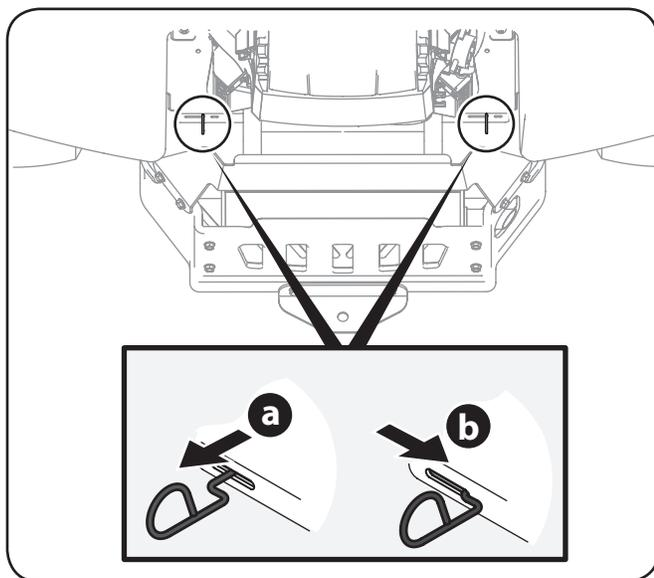

Figure 3-1
1. Pour déplacer l'appareil manuellement sans le démarrer, engagez les tiges de dérivation des transmissions qui se trouvent à l'arrière, de chaque côté de la tondeuse. Les tiges de dérivation des transmissions sont placées à l'arrière de l'appareil, près du côté intérieur de chaque pneu arrière. Pour engager les tiges de dérivation, tirez sur chaque tige (a) et glissez-la vers la droite (b). Voir Figure 3-1.
2. Après avoir déplacé l'appareil, glissez les deux tiges de dérivation vers la gauche pour les désengager. Voir Figure 3-1.